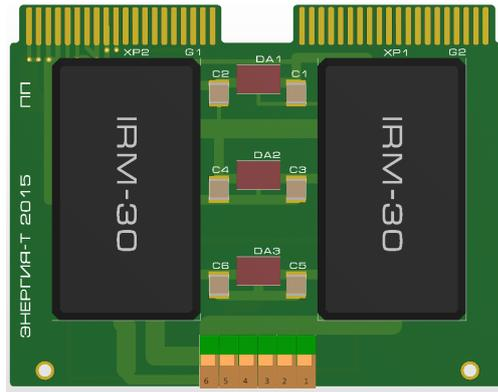

Рисунок 1.7 — Плата питания
1.3.2 Плата питания (ПП) содержит преобразователи напряжения и обеспечивает САНК всеми необходимыми уровнями напряжения питания (см. Рисунок 1.7). На внешние клеммы выведены  $\pm 12$  В и общий провод. Назначение клемм приводится в Таблице 1.3.